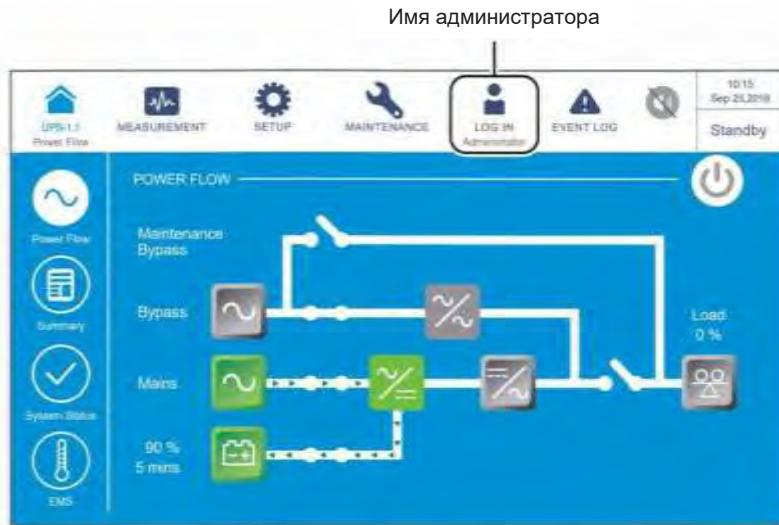

Рисунок 6-60: Экран режима ожидания и имя администратора
- ④ Перевести в положение OFF (ВЫКЛ.) выходной переключатель (Q4) и войти в систему как **Администратор**. Для получения пароля **Администратора** свяжитесь с персоналом по техническому обслуживанию. После входа в систему убедитесь, что вход произошел под именем **Администратора** (см. **Рисунок 6-60**).